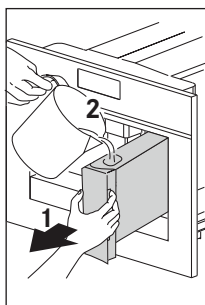
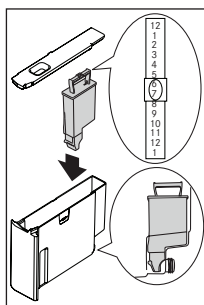

Fig. 11
Fig. 37
- ▶ După 5 secunde, aparatul afișează mesajul „FILL TANK” (UMPLEȚI REZERVORUL). Scoateți rezervorul de apă (Fig. 11), clătiți-l și umpleți-l cu apă proaspătă fără a depăși linia MAX. Reinstalați și împingeți până la capăt. În rezervor se poate instala un filtru de dedurizare a apei (Fig. 37).